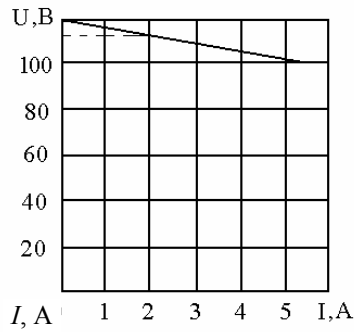

Рис. 1.6
1.1.5. Внешняя характеристика источника ЭДС задана на рис. 1.6. Составить схему замещения цепи и определить ЭДС источника  $E$ , внутреннее его сопротивление  $R_i$  и сопротивление нагрузки  $R_n$ , если ток  $I = 2$  А.